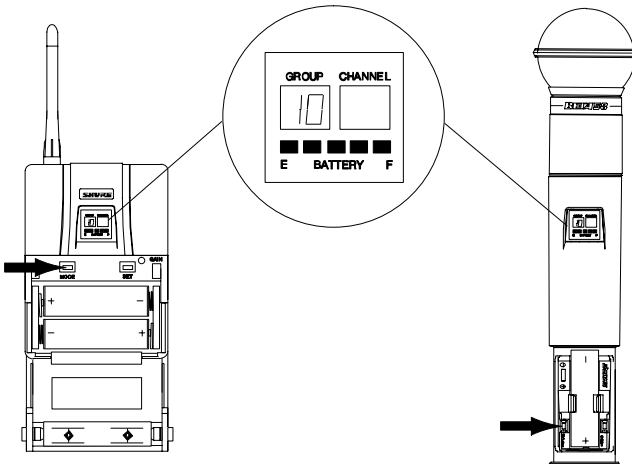

ABBILDUNG 38
3. Die MODE-Taste drücken und gedrückt halten, bis nur noch die Gruppennummer angezeigt wird (Abbildung 38).